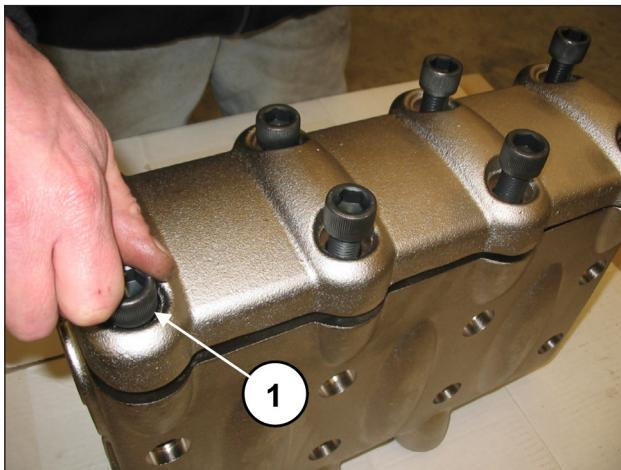
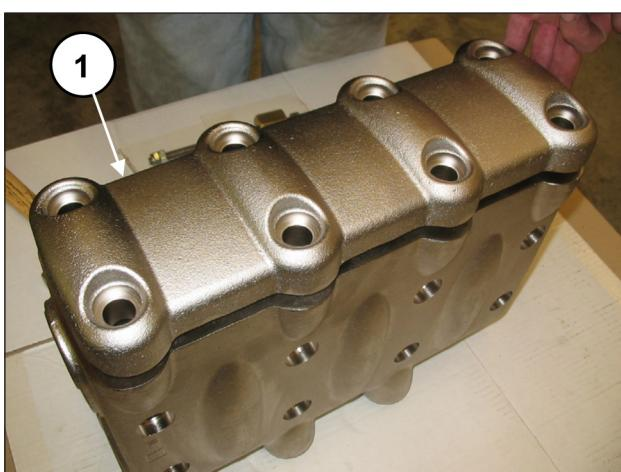

Abb. 106
Abb. 107
Entnehmen Sie die 8 Schrauben M16x55 des Ventildeckels (Pos. ①, Abb. 106) und nehmen Sie den Deckel ab (Pos. ①, Abb. 107).